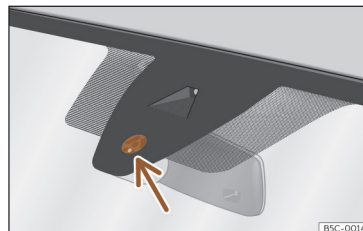

Fig. 102 Superfície sensível do sensor de chuva.
As possíveis causas de anomalias e interpretações erróneas *na zona da superfície sensível*» Fig. 102 do sensor de chuva são, entre outras:
- Limpe regularmente a superfície sensível do sensor de chuva» Fig. 102 (seta) e verifique possíveis danos nas escovas.